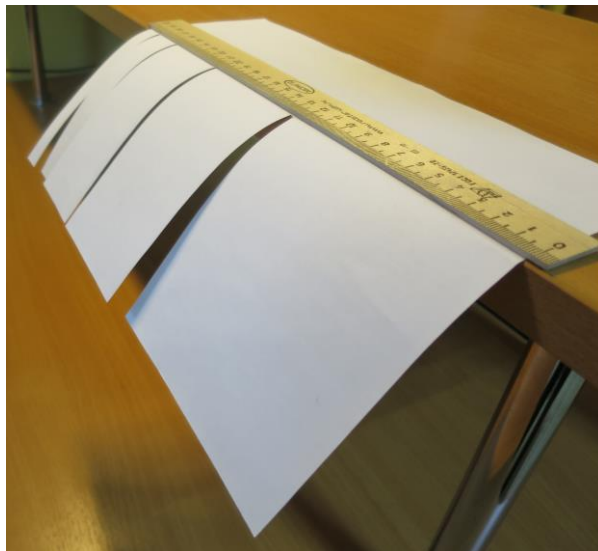

Рис. 3
1. На чистом листе бумаги делаем прорези, которые делят его на полосы разной ширины (рис. 3). Убеждаемся, что в пределах погрешности (связанной с неоднородностью бумаги) стрела прогиба не зависит от ширины полосок, следовательно, в формуле (\*) показатель степени  $s = 0$ .